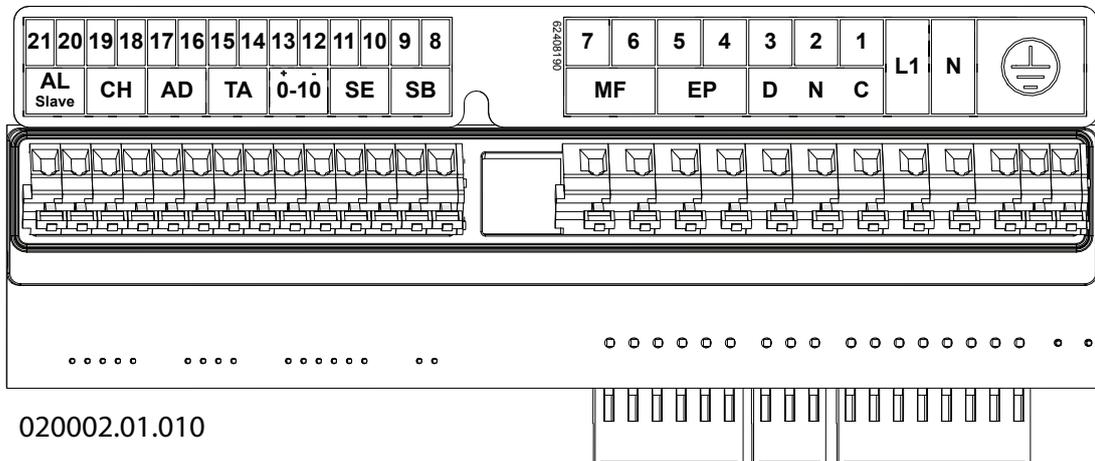

Figura 5-10 - Conexiones eléctricas
#### Leyenda de la Figura 5-10
Para conectar el cable de alimentación eléctrica, realice lo siguiente (consulte la Figura 5-10):
Para conectar el cable del cronomando, realice lo siguiente (consulte la Figura 5-10):
- Conecte los dos extremos del cable a los bornes "14" y "15" del aparato (véase la Figura 5-10 "TA");
- 6.- Conectar a los terminales "14" y "15" de la Figura 5-10 un temporizador con contacto libre de tensión que determine el encendido y el apagado de la recirculación.
Para la conexión eléctrica realice lo siguiente (consulte la Figura 5-10):